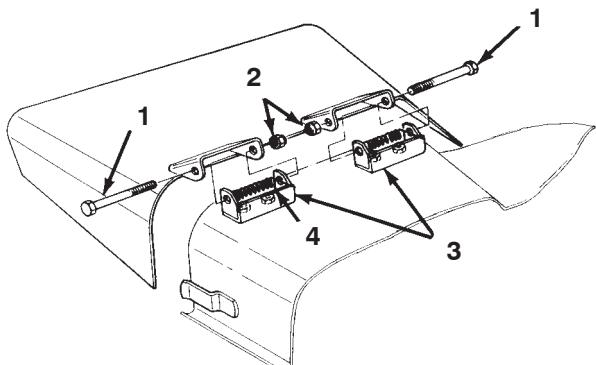

Bild 32
2. Entfernen Sie die zwei Kopfschrauben, Sicherungsmuttern und die Federn, mit denen die Ablenkblechbefestigungen an den Schwenkhalterungen befestigt sind (Bild 32).
3. Nehmen Sie die Schlossschrauben und die Muttern ab, um die Schwenkhalterungen abnehmen zu können (Bild 32).